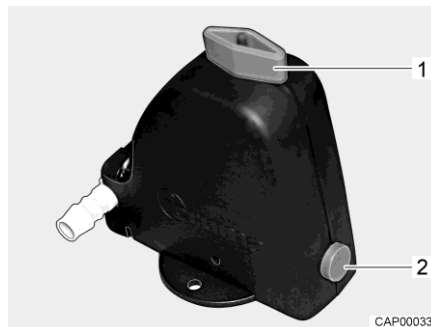
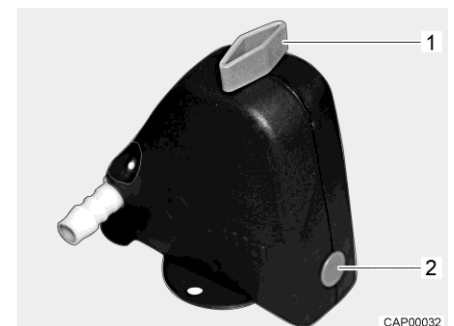

Fig. 86 Valvola di sicurezza/di scarico aperta
Fig. 87 Valvola di sicurezza/di scarico chiusa
- Chiudere la valvola di sicurezza/di scarico. A tal fine ruotare la manopola (Fig. 86,1) trasversalmente rispetto alla valvola di sicurezza/di scarico e premere verso l'interno il bottone automatico (Fig. 86,2). La valvola di sicurezza/di scarico chiusa è rappresentata in Fig. 87. Con temperature inferiori a 6 °C non è possibile chiudere la valvola di sicurezza/di scarico.